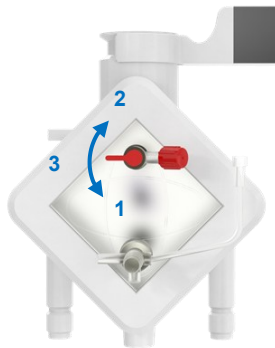

Abbildung 23 Entlüftungsventil des Oxygenators
- Drehen Sie das rote Ventil am Oxygenator nach unten in die Prä-Filter-Position (Abbildung 23, Position 1; präarterieller Filter).
- Drehen Sie das rote Ventil am Oxygenator nach oben in die Post-Filter-Position (Abbildung 23, Position 2; postarterieller Filter).
- Drehen Sie das rote Ventil am Oxygenator in die Prä-Filter-Position (Abbildung 23, Position 1; präarterieller Filter).
- Drehen Sie das rote Ventil am Oxygenator in die Post-Filter-Position (Abbildung 23, Position 2; postarterieller Filter).